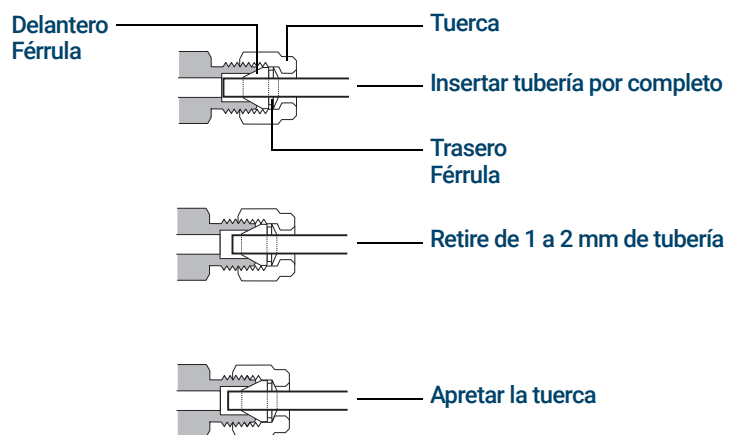

Figura 17. Inserción de la tubería
- Empuje el tubo hasta el fondo del tapón y después retírelo aproximadamente 1 o 2 mm como se muestra en la **Figura 17**.